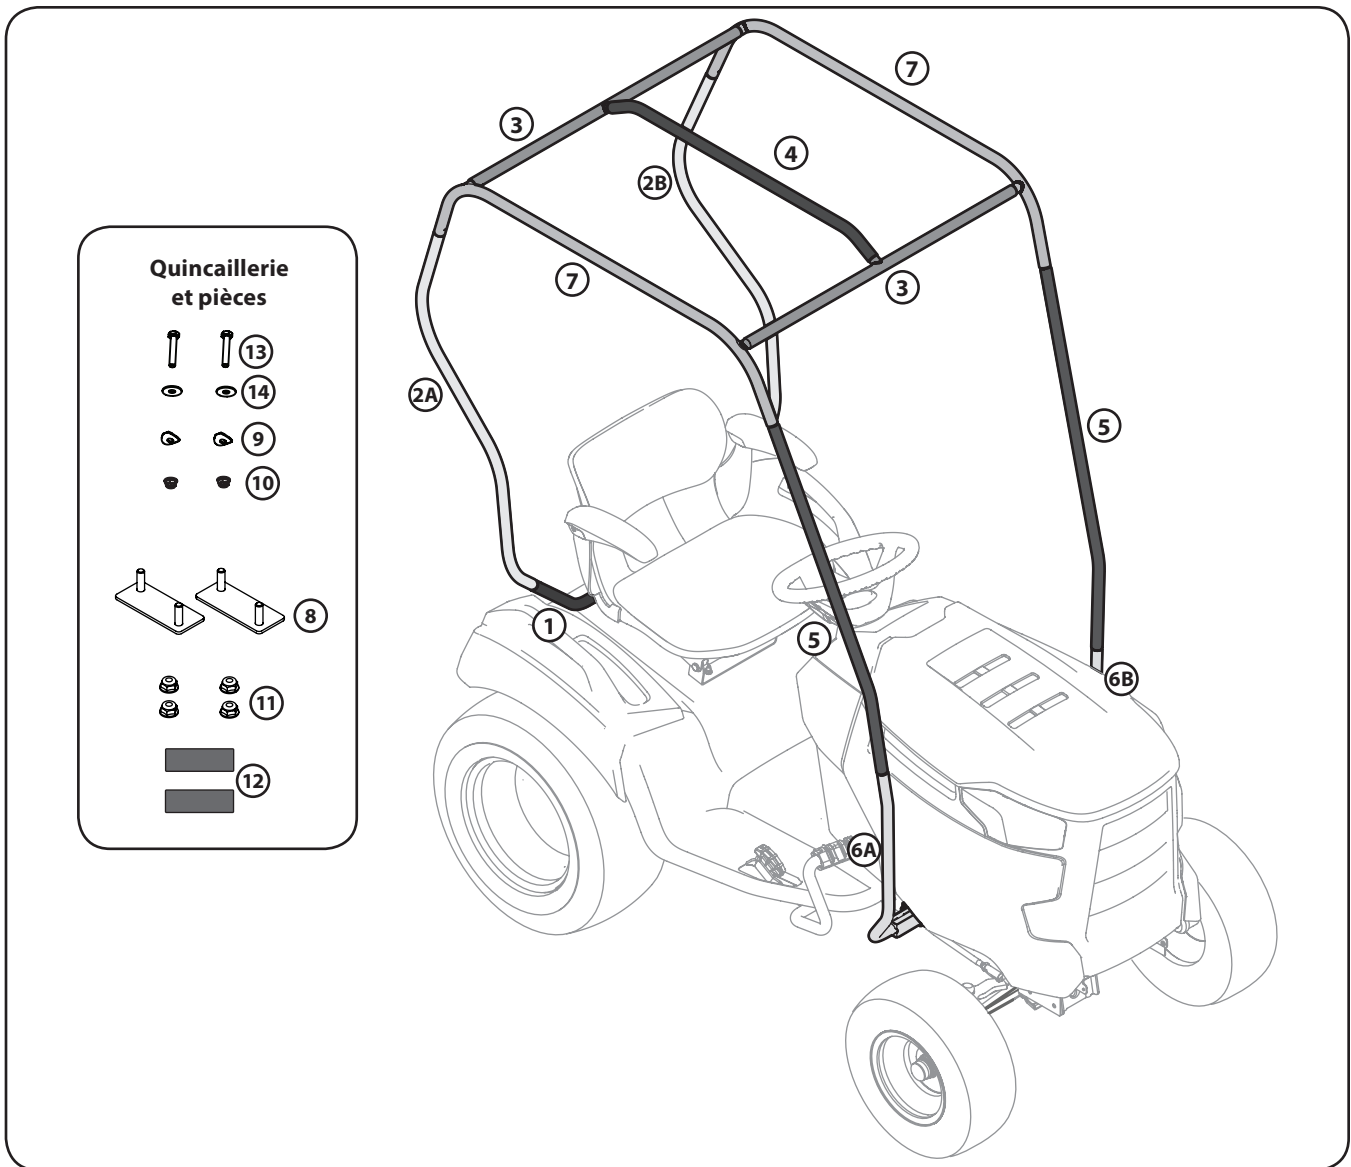

Figure 3-1
6. Assemblez le châssis de la cabine de protection. Voir Figure 3-1.
NOTE : Consultez la Figure 3-1 pour connaître l'emplacement de chaque support.